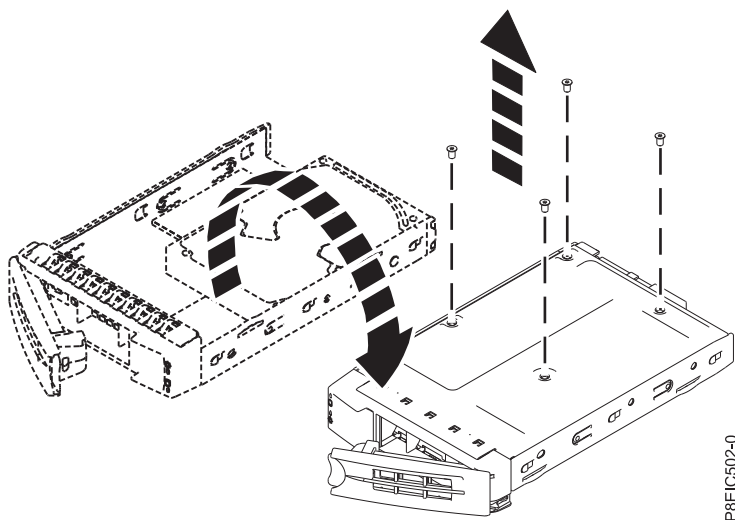

Figure 58. Retrait de l'unité 2,5 pouces du tiroir
- Pour une unité 2,5 pouces, retournez le tiroir. Dévissez l'unité à partir du bas du tiroir en retirant les quatre vis, comme illustré dans la figure 58.